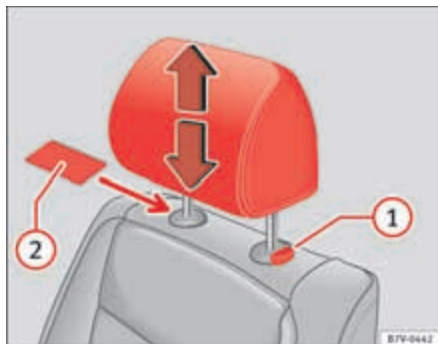

Fig. 92 Desmontar el apoyacabezas delantero.
- Desbloquee el apoyacabezas utilizando, si fuera necesario, un objeto plano como una tarjeta de plástico, y deslícelo entre el tapizado del respaldo y la tapa de la varilla-guía del apoya cabezas ⇒ fig. 92 ②.
- Extraiga el apoyacabezas por completo manteniendo pulsada la tecla ①.
- Desplace el apoyacabezas hacia abajo a la vez que pulsa la tecla ⇒ fig. 92 ①.